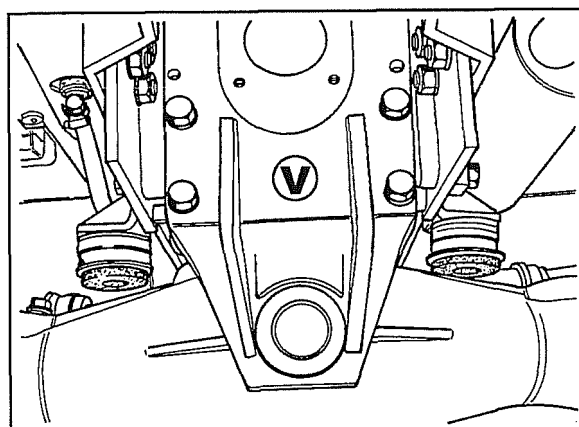

Fig. 77
11. Togliere il supporto anteriore **V** fig. 77, quindi sfilare in avanti l'assale per separarlo dalla macchina.